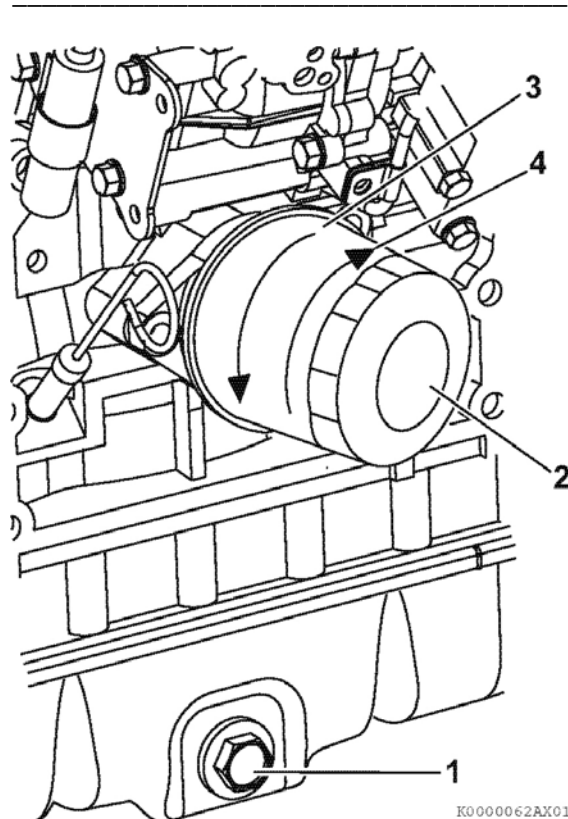

Рисунок 37
6. Открутите маслосливную пробку поддона картера (рисунок 37 (1)). Дайте маслу полностью слиться из картера.
7. После того, как масло полностью слилось из картера, прикрутите на место маслосливную пробку поддона картера (рисунок 37 (1)) и закрутите её с усилием 53.9 - 63.7 Н · м., 5.5 - 6.5 кгс · м).
1. Выкрутить масляный фильтр (рисунок 37 (2)), поворачивая его против часовой стрелки (рисунок 37 (3)) с помощью специального ключа для масляного фильтра.
3. Слегка смазать маслом уплотнительное кольцо нового масляного фильтра. Фильтр заворачивается на место без использования инструмента, только с помощью рук путем вращения по часовой стрелке (рисунок 37 (4)) до тех пор, пока он не войдет в контакт с посадочной поверхностью. Закрутить фильтр с усилием (19.6 - 23.5 Н·м, 2.0 - 2.4 кгс·м) или на один оборот с помощью специального ключа для масляного фильтра.